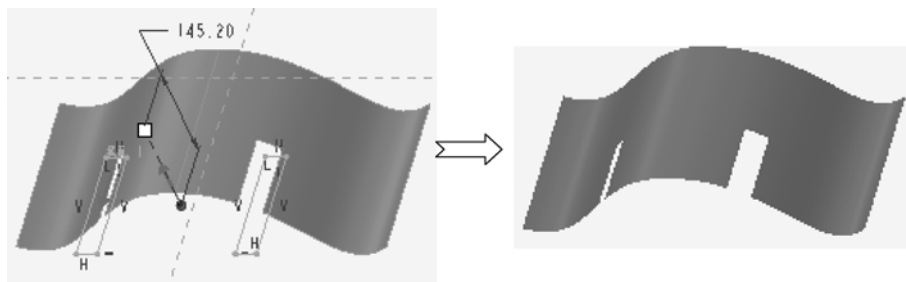

图 5-5 拉伸去除材料功能
- 拉伸曲面特征也可以用来修剪已经存在的曲面或实体。单击“去除材料”按钮, 然后选取一个已经存在的曲面, 最后单击 按钮确认, 如图 5-5 所示。